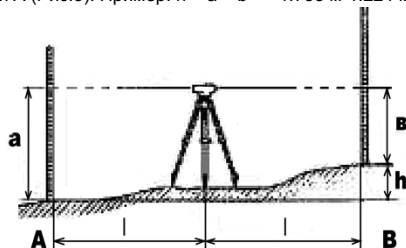

Рис. 5
4) Разность отсчетов а - b является превышением точки В относительно точки А (Рис.5). Пример:  $h = a - b = 1.735 \text{ м} - 1.224 \text{ м} = 0.511 \text{ м}$